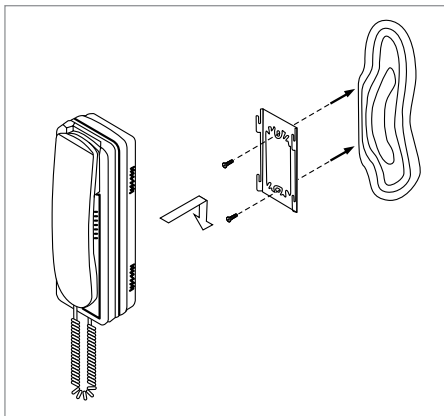

Рисунок 7. Установка абонентского блока «Рупор-ДТ»
2. Двумя саморезами из комплекта поставки закрепите кронштейн на деревянной или гипсокартонной поверхности (Рисунок 7).